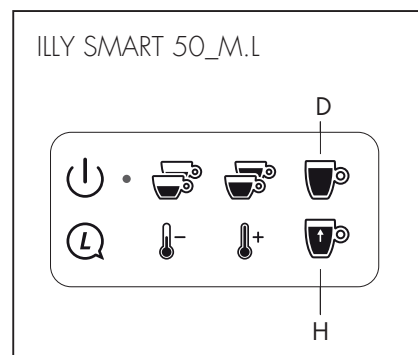

Fig. 12
Para ILLY SMART 50\_M.L la tecla (D) dispensa 240 cc y la tecla (H) dispensa 90 cc; luego asegurarse de colocar un contenedor adecuado para la cantidad dispensada (Fig. 12).